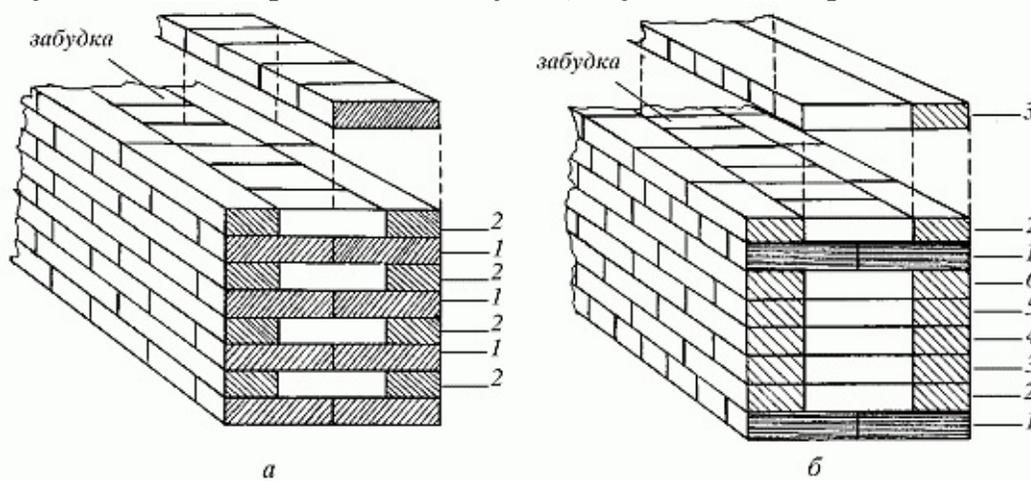

Рис. 16. Системы перевязки: а – однорядная (цепная); б – многорядная;
*Однорядная перевязка (рис. 16, а).* В ней чередуются ложковые и тычковые ряды. Поперечные швы в смежных рядах сдвинуты относительно друг друга на четверть кирпича, а продольные – на полкирпича. Все вертикальные швы нижнего ряда перекрываются кирпичами вышележащего ряда. Цепная перевязка применяется при кладке стен. При возведении стен, у которых лицевой слой выкладывается из облицовочного или другого эффективного кирпича, цепная перевязка используется только при соответствующем указании в проекте.
*Многорядная перевязка (рис. 16, б).* При ней кладка состоит из отдельных стенок толщиной  $1/4$  кирпича (120 мм), сложенных из ложков и перевязанных через несколько рядов по высоте тычковым рядом. В зависимости от размеров кирпича установлена максимальная высота ложковой кладки между тычковыми рядами для различных видов кладки: из одинарного кирпича толщиной 65 мм – 1 тычковый ряд на 6 рядов кладки; из утолщенного кирпича толщиной 88 мм – 1 тычковый ряд на 5 рядов кладки.